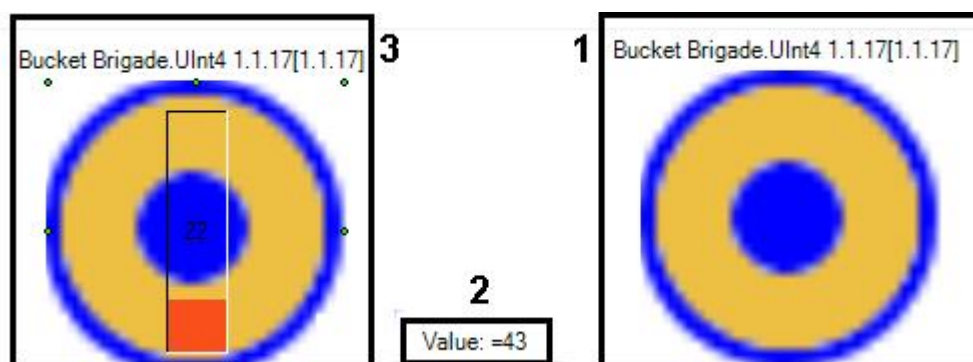

Рис. 4.1—1 Отображение элементов на карте
- В текстовом виде (значение элемента, Рис. 4.1—1, 2).